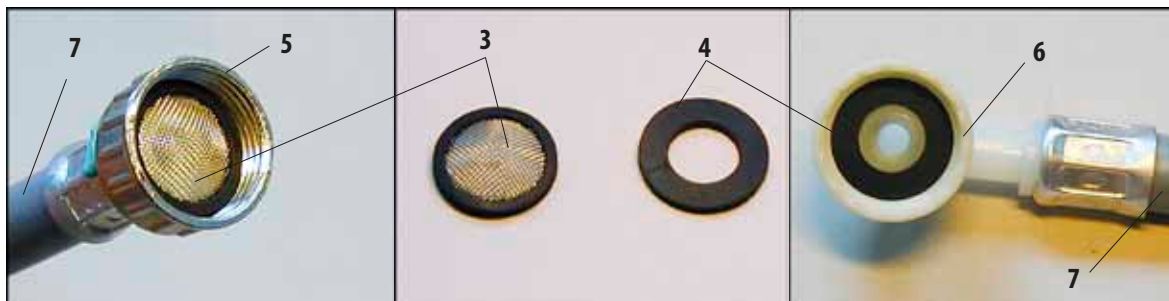

Рис. 6
В дополнение к сетчатому фильтру из комплекта поставки (пункт 3 рис. 6) Leica рекомендует установить осадочный фильтр на линии подачи воды в ST5020, чтобы гарантировать чистоту воды, используемой для работы прибора.
- Вставьте одну прокладку (4) в резьбовое соединение (6). Другое уплотнительное кольцо сохраните в качестве запасного.
- Вставьте фильтр (3) в переходную гайку (5) (см. рис. 6), размещенную на водяном кране. Не используйте другое уплотнительное кольцо, поскольку сетчатый фильтр одновременно выполняет функцию уплотнения.